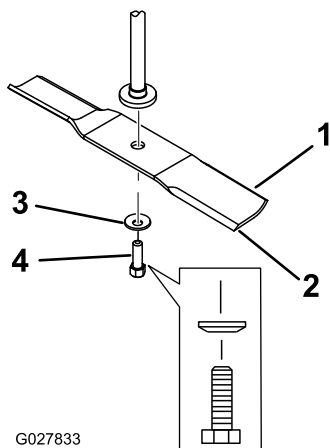

Bild 64
2. Entfernen Sie die Messerschraube, Wellenscheibe und das Messer von der Spindelwelle (**Bild 64**).
- Setzen Sie das Messer auf die Spindelwelle (Bild 64).
- Setzen Sie die Wellenscheibe (Kappenseite zum Messer) und die Messerschraube ein (Bild 64).